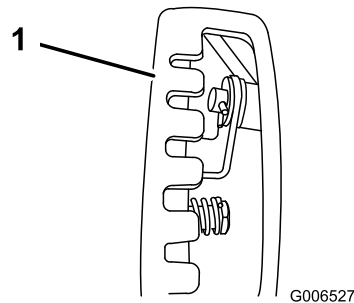

Figura 7
**Nota:** Per agevolare il montaggio, guardate attraverso l'apertura del selettore di velocità (Figura 7).